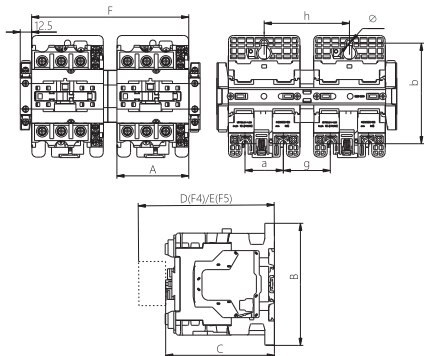

图2 NC1-40 ~ 95交流接触器外形与安装示意
2.2 NC1-40(N) ~ 95(N)系列交流接触器安装尺寸、外形尺寸与接线能力，见图2与表3。型号规格重量见箱贴。